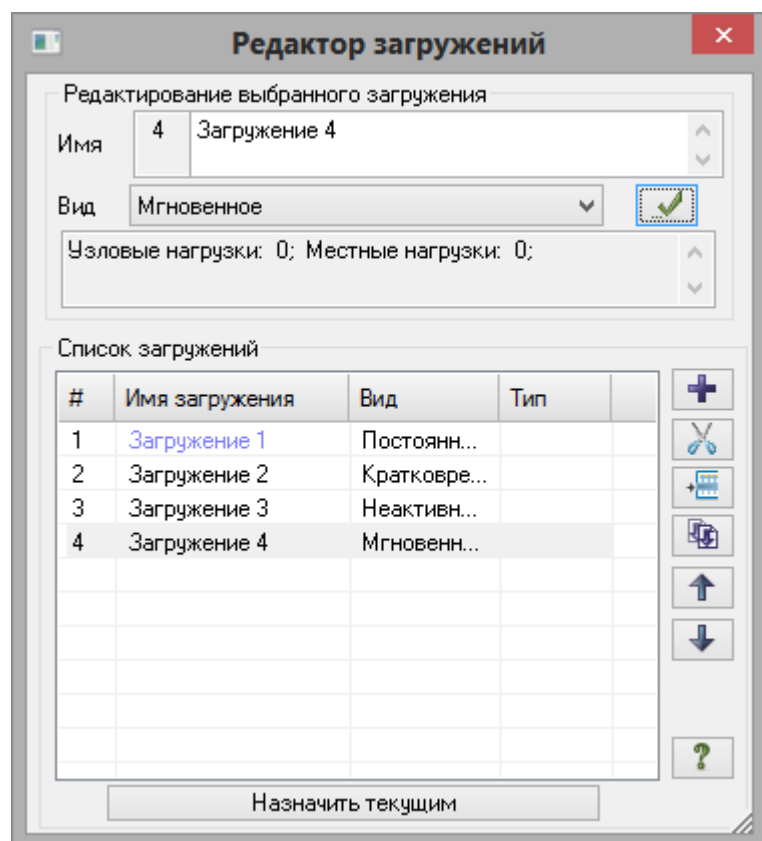

Рис.5.22. Диалоговое окно Редактор загрузений
- Вызовите диалоговое окно **Редактор загрузений** (рис.5.22) щелчком по кнопке  – **Редактор загрузений** (панель **Нагрузки** на вкладке **Создание и редактирование**).
Так как вид загрузений задавался в диалоговом окне **Редактор загрузений** (рис.5.22) таблица РСУ сформировалась автоматически с параметрами, принятыми по умолчанию для каждого загрузения. Далее нужно только изменить параметры для первого, второго и четвертого загрузений.